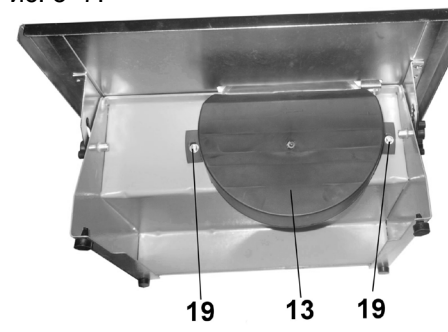

Рис. 5
12.1. Отрезной диск, где режущая часть (напыление) полностью выработалась, подлежит замене. Перед установкой отрезного диска (10) на плиткорез внимательно его осмотрите. На нём не должно быть трещин, сколов. Помните, что отрезной диск (10) достаточно хрупкий, Крайне внимательно обращайтесь с отрезным диском, избегая его ударов и падений, Рис. 5÷7.
12.3. Удерживая гаечным ключом (20) шпиндель (22), вторым гаечным ключом (21) открутите гайку (25) и снимите фланец (23), Рис. 5÷7. Снимите отрезной диск (10). Проверьте рабочие поверхности шпинделя (22) и фланцев (23 и 24). С учётом направления вращения установите новый отрезной диск (10), установите фланец (23) и гайку (25). Удерживая гаечным ключом (20) шпиндель (22), вторым гаечным ключом (21) закрепите гайкой (25) отрезной диск (10), Рис. 5÷7.
12.5. Как показано на Рис.5, установите и закрепите нижний защитный кожух (13).